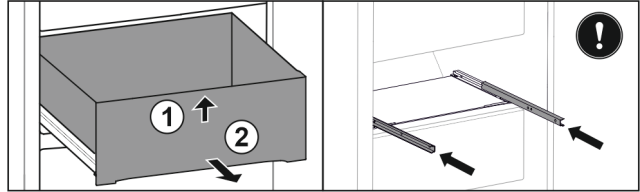

Fig. 147
- ▶ Приподнимите выдвижной ящик спереди. *Fig. 147 (1)*
- ▶ Извлеките выдвижной ящик движением вперед. *Fig. 147 (2)*